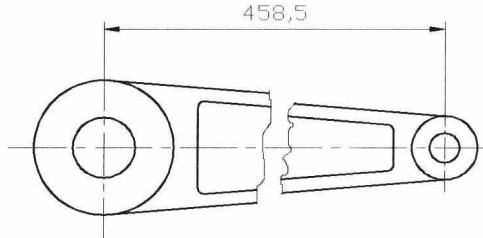

图 7-4-3
- (1) 选择菜单命令“标注/线性”，标出尺寸，如图7-4-3所示。但是图形右侧有断开